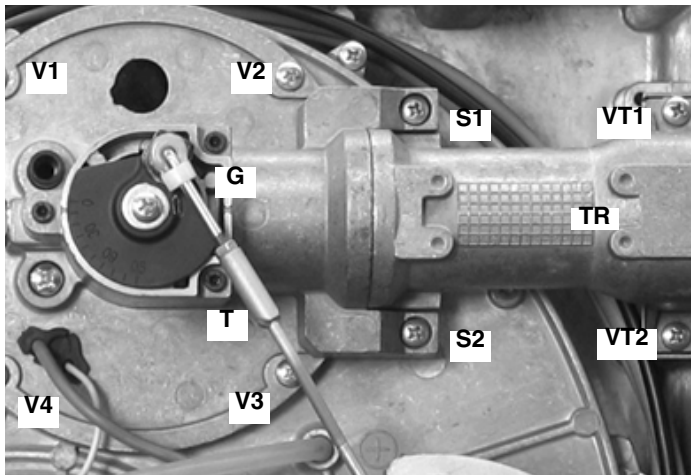
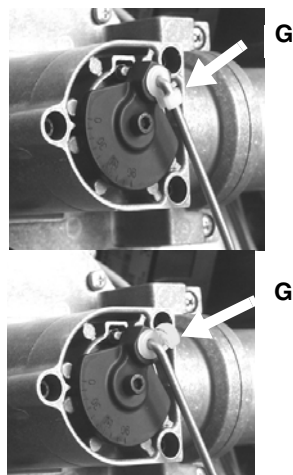

Fig. 57
Fig. 58
- 1 Prin intermediul carligului de plastic **G**, deblocati tija **T** (Fig. 57) care actioneaza robinetul fluture (Fig. 57 si Fig. 58), pentru a il scoate din locul sau .
- 2 Demonati suruburile **V1**, **V2**, **V3**, **V4** si suruburile **S1** si **S2** (Fig. 57).